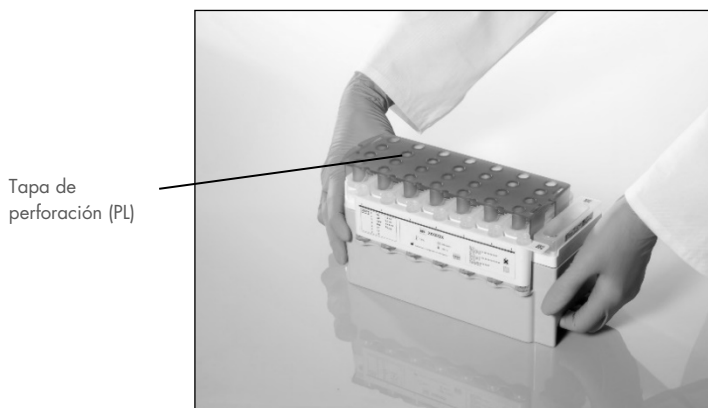

Figura 3. Preparación sencilla de la mesa de trabajo con cartuchos de reactivos (RC).
Antes de comenzar el procedimiento, asegúrese de que las partículas magnéticas estén completamente resuspendidas. Retire el recipiente de partículas magnéticas del bastidor del cartucho de reactivos, mézclelo enérgicamente mediante agitación vorticial durante al menos 3 minutos y vuelva a colocarlo en el bastidor del cartucho de reactivos antes del primer uso. Coloque el cartucho de reactivos (RC) en el soporte del cartucho de reactivos. Coloque la gradilla de enzimas (ER) vacía en el soporte del cartucho de reactivos. Antes de utilizar un cartucho de reactivos (RC) por primera vez, coloque la tapa de perforación (PL) encima del cartucho de reactivos (RC) (figura 3).